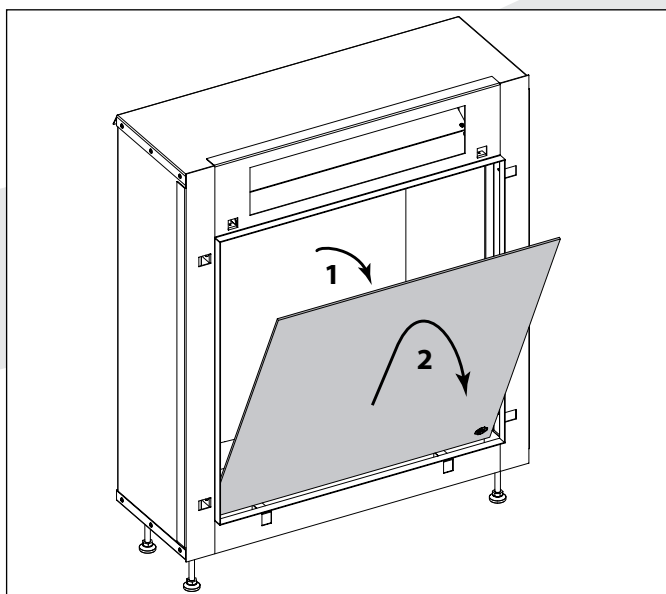

Abbildung 8
3. Kippen Sie die Glasscheibe leicht nach vorn (**Abbildung 8**). Entfernen Sie die Scheibe nun vorsichtig aus dem Gerät (**Achten Sie darauf, dass Sie den**